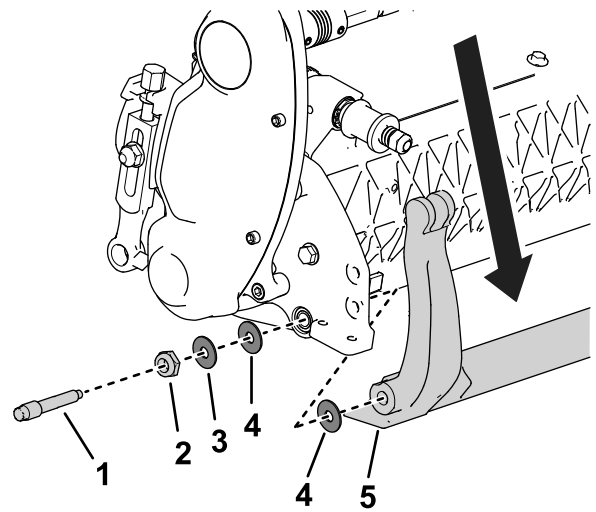

図 20
3. 機体の左右それぞれの側で、図 20に示すロックナットをゆるめる。
4. 各ベッドバーボルトを抜いてベッドバーを下に引き抜いてカットングユニットから外す 図 20。
注 ベッドバーの両端にそれぞれナイロンワッシャ2枚とスチールワッシャが1枚ずつあるので注意する 図 20。
3. サイドプレートのボスの両側にナイロンワッシャーを入れる。その外側からスチール製ワッシャーを取り付ける図 20。